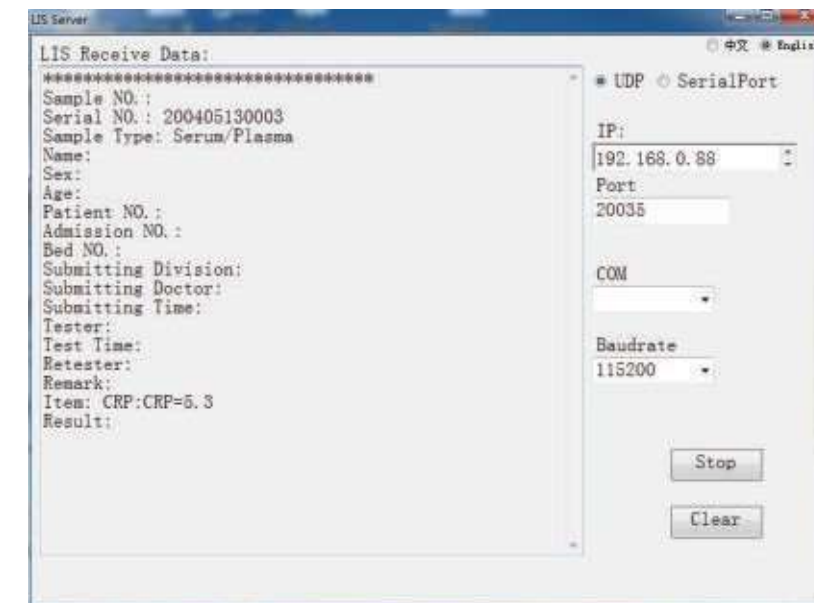

Fig. 6.13
- (7) Reveniți la meniul de setare a adresei IP, faceți clic pe "OK" pentru a confirma setarea IP.
- (8) Executați **ReceiveFromCRPTemp.exe**. Aparatul va trimite rezultatele testelor la PC-ul conectat în mod automat, de fiecare dată după finalizarea testului. Fig. 6.13 arată un exemplu în care PC primește rezultatul testului CRP de la Finecare™ FIA Meter Plus.